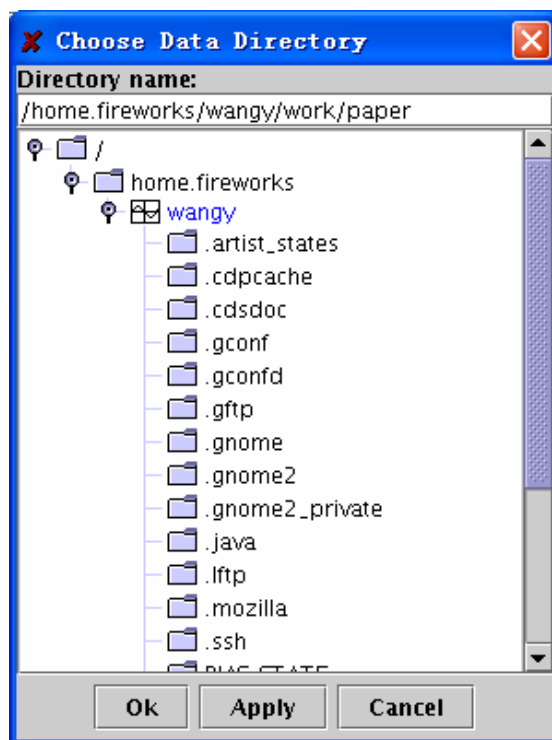

图 4.8 仿真结果的保存路径显示
- 2) 通过选择 File→Open Results 或者快捷键“”打开“Choose Data Directory”窗口，如图 4.8 所示，从而选择仿真结果保存路径。